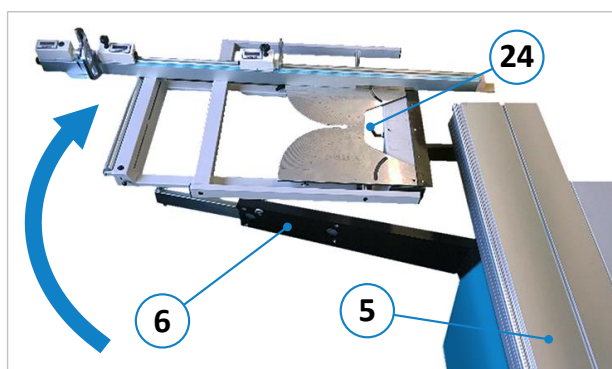
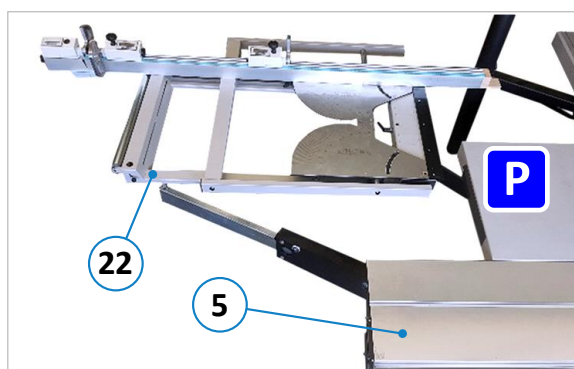

Figure 88 : pivoter le châssis à équarrir
Figure 89 : position de stationnement finale
- Tourner le châssis à équarrir (22) de 90° vers la droite et le faire pivoter vers l'arrière pour l'amener dans sa position de stationnement définitive derrière la table coulissante (voir ⇒ Figure 88 et ⇒ Figure 89).